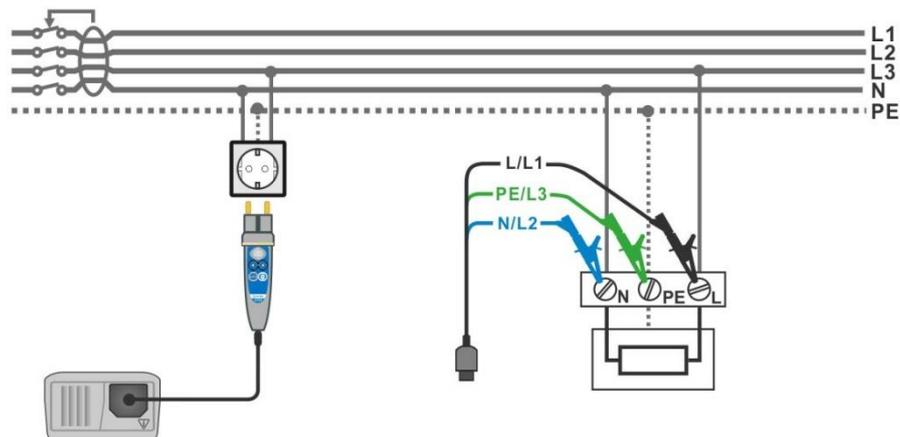

Abbildung 5.17: Anschluss des Commander-Prüfsteckers und der Dreileiter-Prüfleitung
- Schließen** Sie die Prüflitungen am Prüfling an, (siehe *Abbildung 5.17*)
- Schließen Sie die Prüflleitungen am Prüfling an (siehe *Abbildung 5.17*)
- Schließen** Sie die Prüflleitungen am Prüfling an, (siehe *Abbildung 5.17*)
<ul style="list-style-type: none"> <input type="checkbox"/> Wählen Sie mit dem Funktionswahlschalter die Funktion RCD. <input type="checkbox"/> Initiieren Sie die Unterfunktion Auto. <input type="checkbox"/> Stellen Sie die Parameter ein (bei Bedarf). <input type="checkbox"/> Schließen Sie die Prüfleitungen am Messgerät an <input type="checkbox"/> Schließen Sie die Prüfleitungen am Prüfling an (siehe Abbildung 5.17) <input type="checkbox"/> Drücken Sie die Taste TEST, um die Messung durchzuführen. 	Beginn der Prüfung